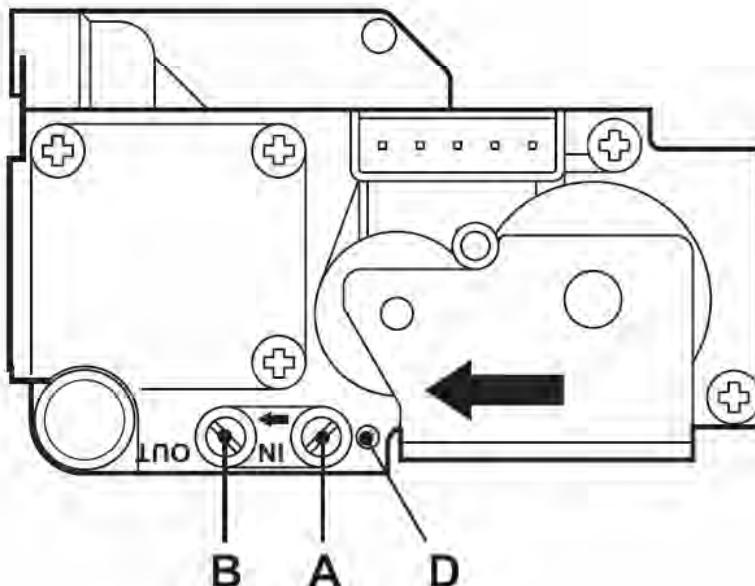

рис. 15 - Газовый клапан
- Подключите надлежащий манометр к контрольной точке "B" рис. 15, расположенной после газового клапана.
- Отрегулируйте минимальное давление с помощью регулировочного винта "D" рис. 15, поворачивая его по часовой стрелке для уменьшения и против часовой стрелки для увеличения.